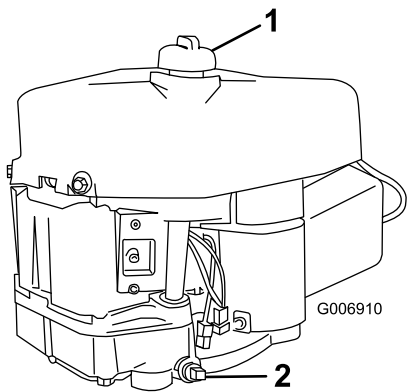

Figura 18
6. Pulite attorno all'asta di livello (Figura 18) in modo che la morchia non possa penetrare nel foro di rifornimento e danneggiare il motore.
7. Posizionare una bacinella di spurgo sotto il tappo di spurgo, e togliete quest'ultimo (Figura 18).
10. Versare lentamente circa l'80% della quantità indicata d'olio nel foro di rifornimento (Figura 18). Controllare il livello dell'olio; vedere 4 ed 5 di Controllo del livello dell'olio.
6. Versare lentamente circa l'80% della quantità indicata d'olio nel foro di rifornimento (Figura 18). Controllare il livello dell'olio; vedere 7 ed 8 di Controllo del livello dell'olio.